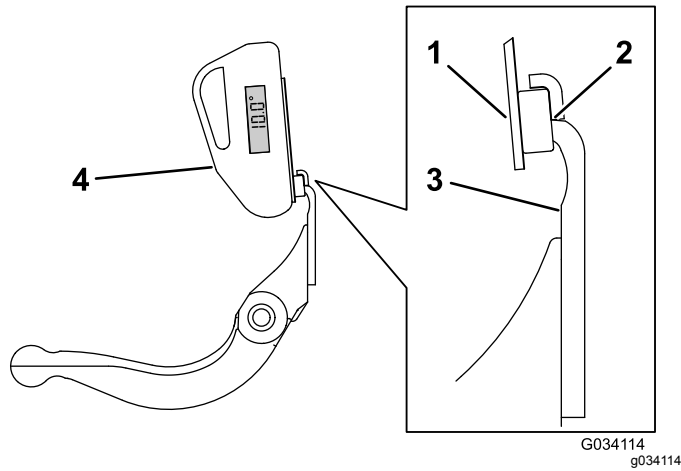

Figure 13
- 3. Placez le support d'indicateur d'angle sur le bord de la contre-lame de sorte à adapter le bord de l'aimant au bord de la contre-lame (Figure 13).
- 4. Placez l'indicateur d'angle sur le support comme montré à la Figure 13.